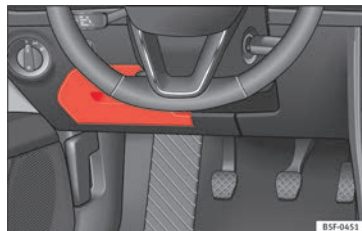

Fig. 100 Sur le tableau de bord côté conducteur : cache du boîtier de fusibles.
- **Ouverture** : rabattez le couvercle vers le bas »» **fig. 100.**